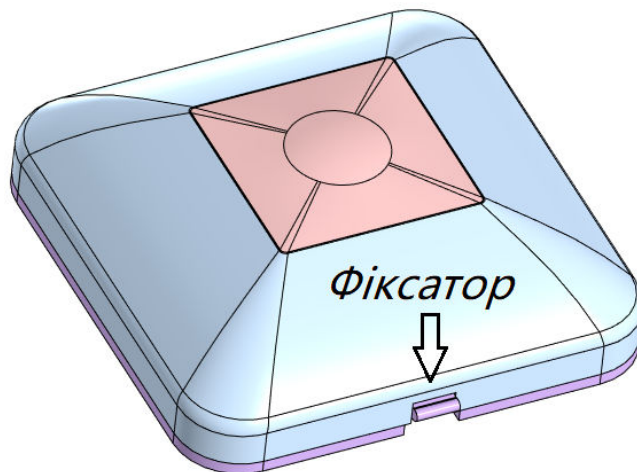

Рис. 1 Зовнішній вигляд індикатора ІВ-3
4.2 Конструкція індикатора ІВ-3 забезпечує його пожежну безпеку під час експлуатування. Зовнішній вигляд індикатора ІВ-3 наведено на рис. 1.
- 6.2 Зняти кришку з індикатора ІВ-3, натиснувши на фіксатор (дивись рис. 1).